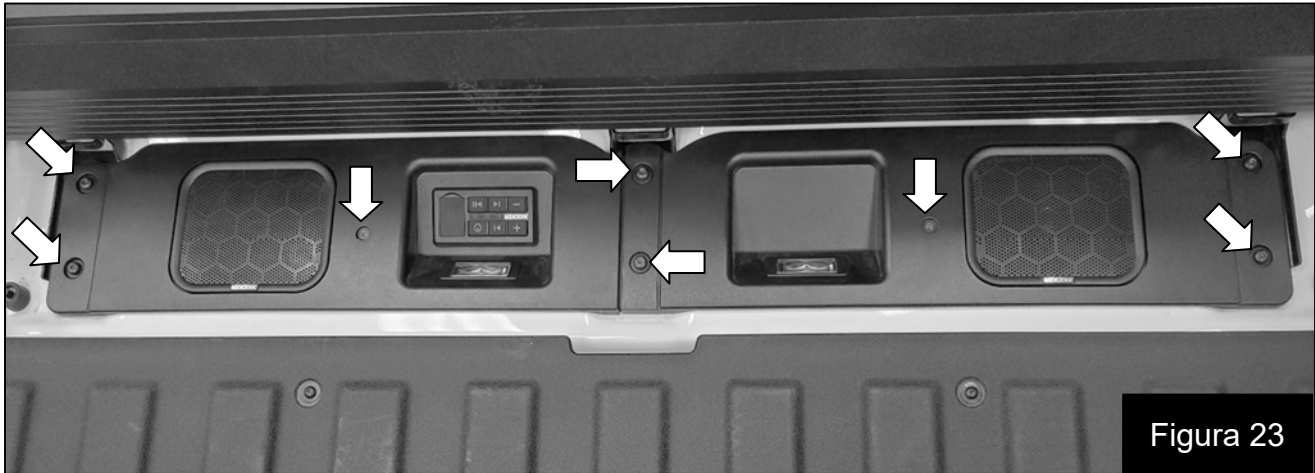

Figura 23
34. Instale y apriete los dos tornillos suministrados. **¡No apriete demasiado!** Figura 23